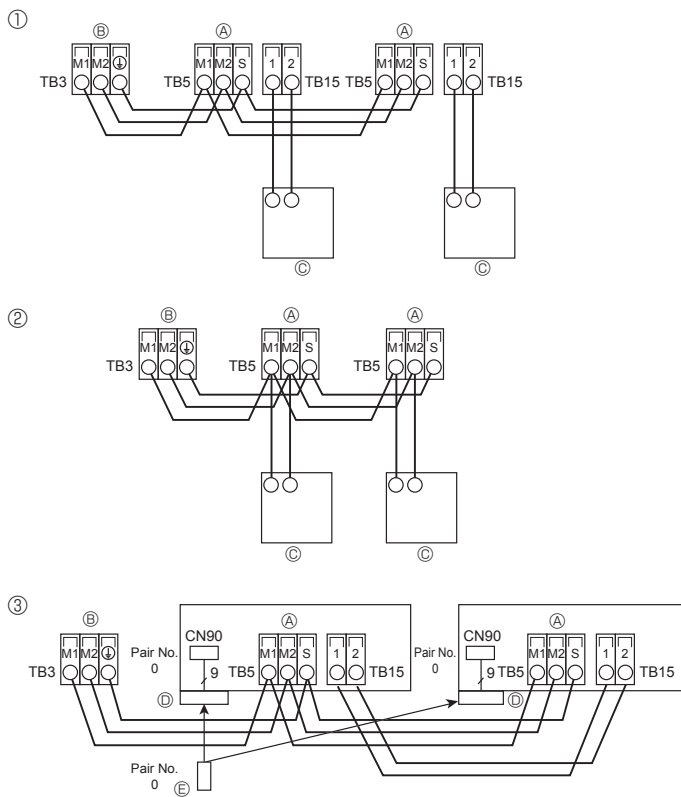
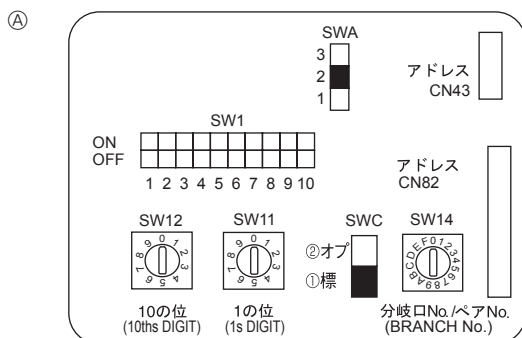

Fig. 6-3
Fig. 6-4
6.4. Uzaktan kumanda ünitesi, iç ve dış iletim kablolarının bağlanması (Fig. 6-3)
- ① MA Uzaktan kumanda ünitesi
- ② M-NET Uzaktan kumanda ünitesi
- ③ Kablosuz uzaktan kumanda (Kablosuz sinyal alıcı monte edilirken)
- ④ İç iletim kablosu terminal bloğu
- ⑤ Dış iletim kablosu terminal bloğu (M1(A), M2(B), ⊕(S))
- ⑥ Uzaktan kumanda ünitesi
- ⑦ kablosuz sinyal alıcısı
- ⑧ kablosuz uzaktan kumanda
6.5. Adreslerin düzenlenmesi (Fig. 6-4)